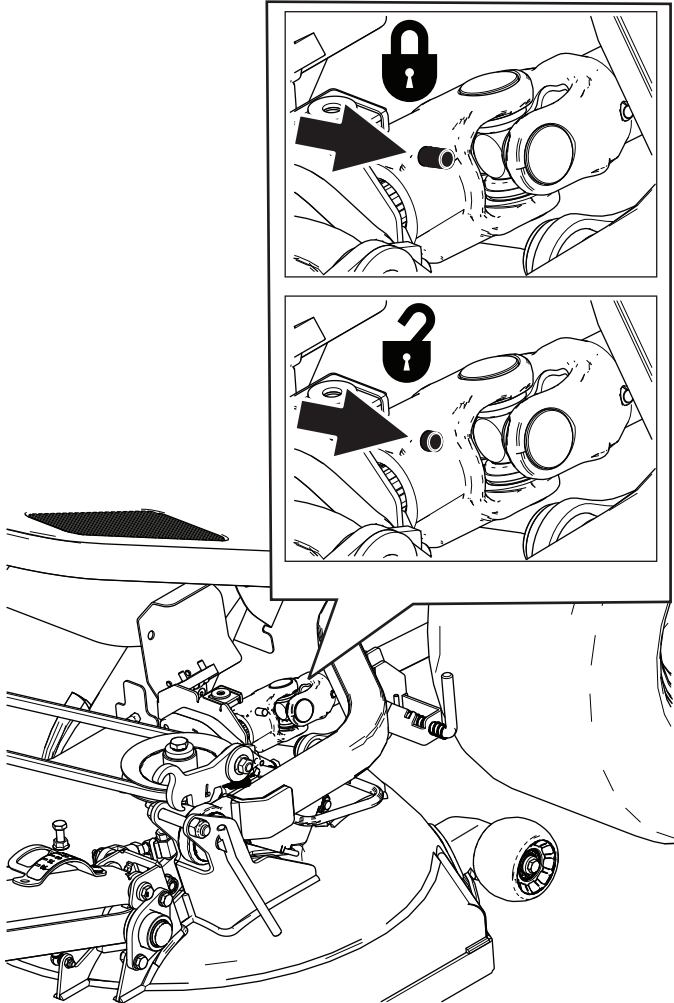

Bild 92
1. Drehen Sie die Viertelumdrehungsbefestigung und öffnen Sie die Abdeckung des Antriebsgelenks von der Riemenabdeckung (Bild 92).
3. Lassen Sie den Federstift los und prüfen Sie, ob das Antriebsgelenk der Antriebswelle im Getriebe der Schneideinheit arretiert ist, siehe Bild 92.
2. Trennen Sie das vordere Ende der Antriebswelle vom Getriebe der Schneideinheit, indem Sie den Federstift drücken und dann das Ende der Antriebswelle nach hinten ziehen (Bild 92).